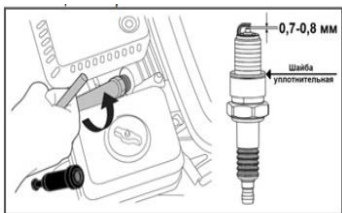

Рис. 29 Обслуживание свечи зажигания
4. Измерьте зазор между электродами свечи зажигания специальным щупом. Зазор должен быть $0,7-0,8$ мм (Рис. 29). При увеличении, или уменьшении требуемого зазора, рекомендуется заменить свечу, так как регулировка зазора может привести к изменению качества искрообразования.
1. Снимите со свечи зажигания колпачок и удалите грязь вокруг свечи зажигания (Рис. 29).